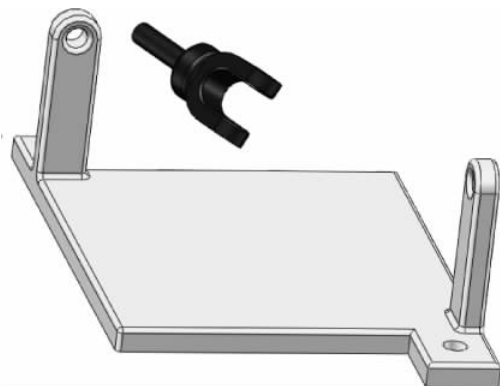

图 3-55 旋转零部件
(2) 为了便于进行配合约束,先旋转【输出轴】。单击【装配体】工具栏中的  【移动零部件】下拉按钮 ,选择【旋转零部件】命令 ,弹出【旋转零部件】的属性设置,此时鼠标指针变为图标 ,将零部件旋转至合适的位置,单击【确定】按钮 ,如图 3-55 所示。